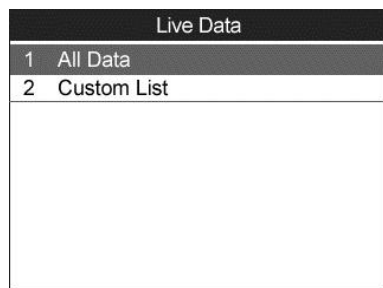

Figura 14.5
- 1) En el menú de Datos en tiempo real (Figura 14.5), utilice el botón de desplazamiento **ARRIBA/ABAJO** para seleccionar **Todos los datos**, y pulse el botón **OK**.
seleccionar **Lista personalizada** en **Datos en tiempo real** y pulse el botón **OK**. (Figura 14.5)